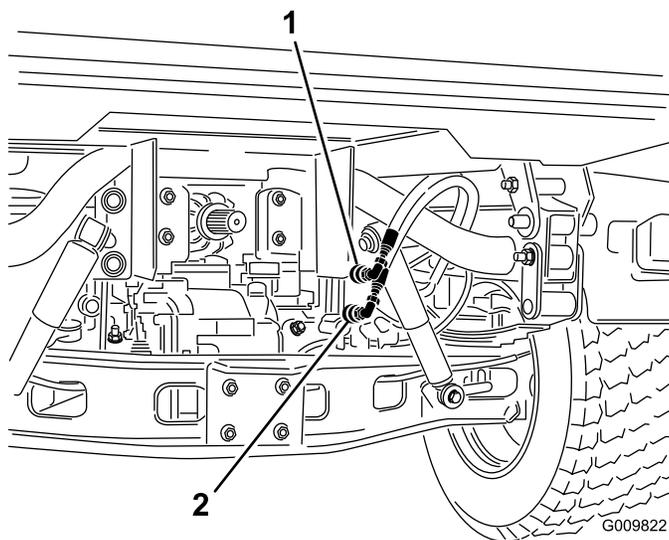

Рисунок 83
2. На обоих автомобилях отсоедините по два шланга быстроразъемных муфт от шлангов, прикрепленных к кронштейнам муфт (Рисунок 83).